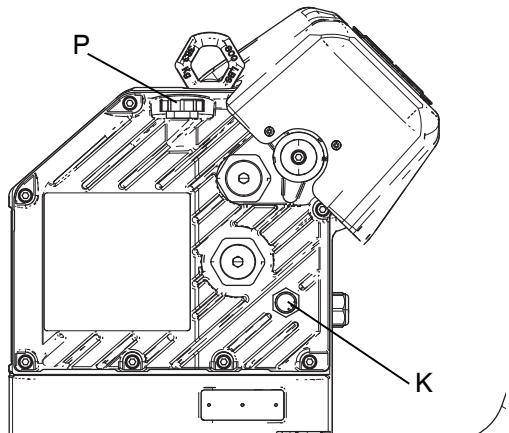

图 8：窥镜和注油盖
3. 打开注油盖 (P)，加入 Graco 零配件号为 16W645 ISO 220 的无硅合成 EP 齿轮油。检查观察孔 (K) 中的油位。(参阅图 8。) 连续加入机油，直到油位接近窥镜的一半高度处。油量约为 1.0 - 1.2 升 (0.9 - 1.1 升)。请勿过量加注。
4. 重新装上注油盖。参见图 8。
参见图 8。检查窥镜 (K) 中的油位。当喷涂机不运行时，油位应大约在窥镜一半高度处。油位较低时，打开注油盖 (P)，加入 Graco 零配件号为 16W645 的 ISO 220 无硅合成 EP 齿轮油。